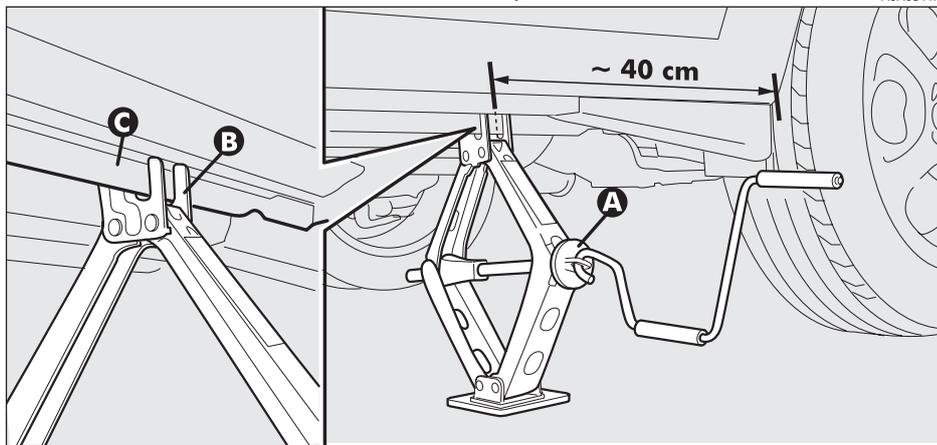

fig. 6
– Actionner le dispositif (A-fig. 6), de façon à détendre le cric, jusqu'à ce que la rainure (B) sur la partie supérieure du cric, s'engage correctement sur le profil inférieur de la coque (C) à env. 40 cm du profil du passage de roue.